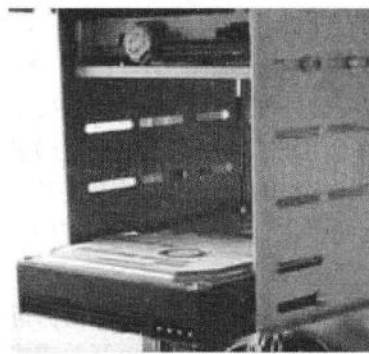

图 1-1-14 硬盘插槽
① 如果只用一根 IDE 线来连接硬盘，那么就可以将硬盘放到插槽中去，单手捏住硬盘（注意：手指不要接触硬盘底部的电路板，以防身上的静电损坏硬盘），对准安装插槽后，轻轻地将硬盘往里推，直到硬盘的四个螺钉孔与机箱上的螺钉孔对齐为止。
② 硬盘到位后，就可以上螺钉了。
**注意：**硬盘在工作时其内部的磁头会高速旋转，因此必须保证硬盘安装到位，确保固定。硬盘的两边各有两个螺钉孔，因此最好能上 4 个螺钉，并且在上螺钉时，4 个螺钉的进度要均衡，切勿一次性拧好一边的两个螺钉然后再去拧另一边的两个。如果一次就将某个螺钉或某一边的螺钉拧得过紧的话，硬盘受力可能就会不对称，影响数据的安全。硬盘插槽如图 1-1-14 所示。